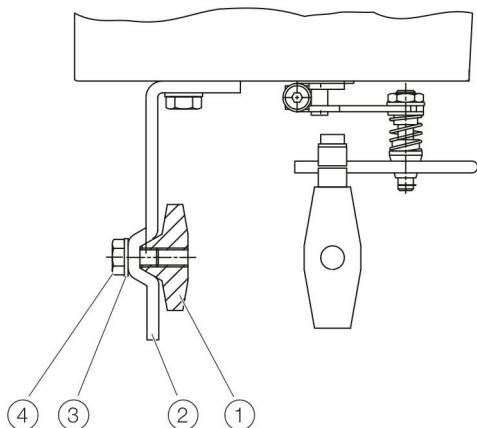
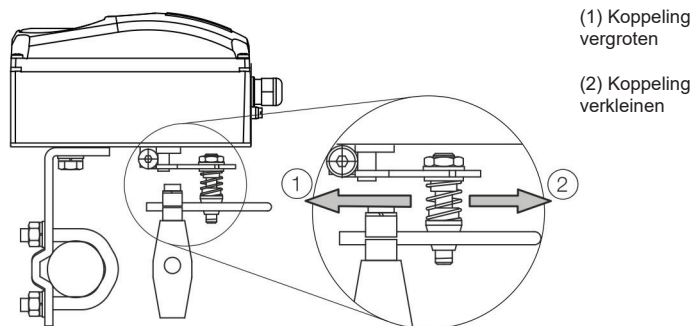

Fig. 7
Fig. 9
1. Bevestig de hendel (6) op de feedbackas (5) van de klepstandsteller (kan vanwege de geslepen vorm van de feedbackas slechts in één positie worden gemonteerd).
2. Controleer aan de hand van de pijlmarkeringen (4) of de hendel binnen het werkbereik (tussen de pijlen) beweegt.
3. Draai de schroef (7) op de hendel met de hand vast.
Draai de schroeven zo gelijkmatig mogelijk aan om de latere lineariteit te waarborgen. Lijn de montagebeugel uit in het langwerpige gat om zeker te zijn dat het werkbereik symmetrisch is. Stel de klep middenslag in en lijn de hendel horizontaal uit (item 4 Fig. 7). Draai dan de montagebout vast (item 4 Fig. 10) (de hendel beweegt tussen de pijlmarkeringen Item 4 Fig. 9).